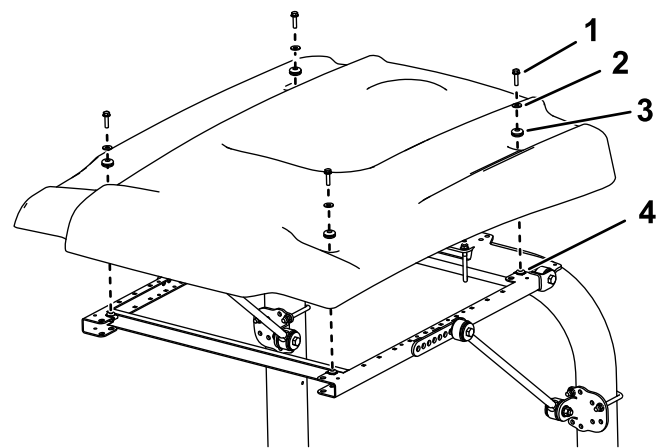

Bild 46
9. Positionieren Sie das Sonnendach beim Ausfluchten der Befestigungslöcher am Rahmen wie in Bild 46 abgebildet.
10. Befestigen Sie jede Ecke des Sonnendachs mit einer Bundkopfschraube (5/16" x 1 1/4"), einer kleinen Scheiben und einer Scheibe lose am Rahmen (Bild 46).